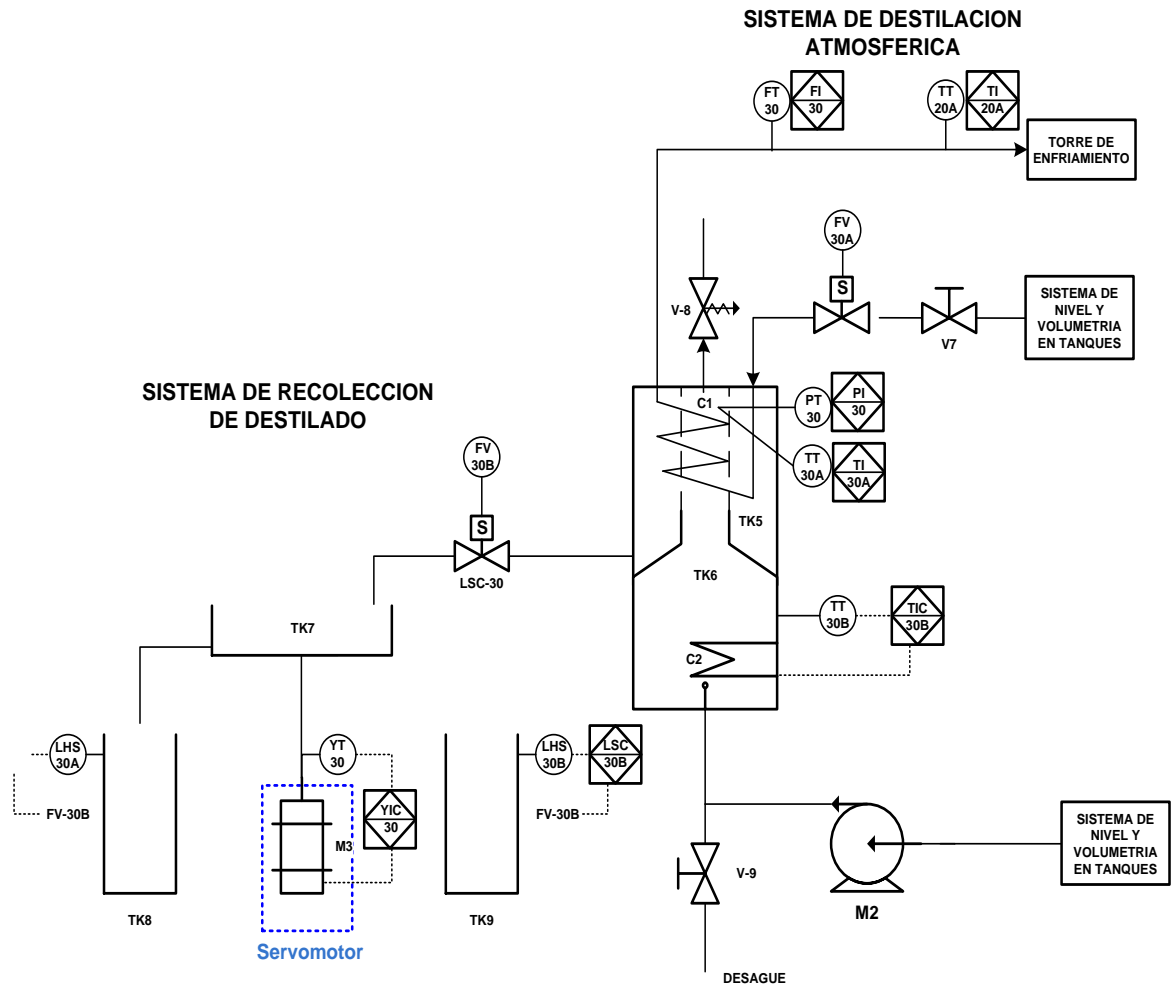

Figura 66. Ubicación del Servomotor en el Lazo de Control de Posición [11]
- **Servomotor.** En el módulo multiproceso y específicamente en el Subsistema de Recolección de Destilado se usará un (1) servomotor identificado como “M3”, que constituirá el actuador del lazo de control de posición. (Ver figura 66)